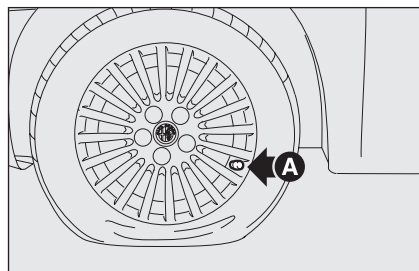

fig. 13
- ☐ placer la roue pour l'intervention avec la valve **A-fig. 13** tournée comme illustré dans la figure puis **serrer le frein à main**, et enlever le kit de réparation rapide et l'appuyer sur le terrain près de la roue;